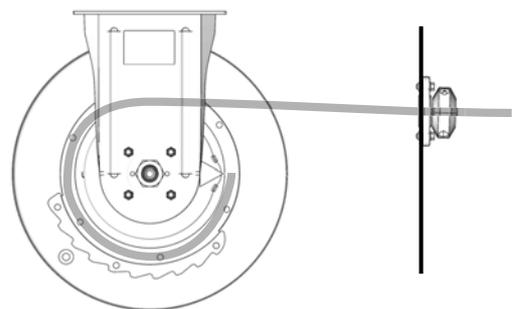

ABB. 3
**HINWEIS:** Die Aufroller arbeiten am besten, wenn der Arm so steht, dass der Schlauch – wie in ABB. 3 dargestellt – direkt von der Rolle abgezogen werden kann.